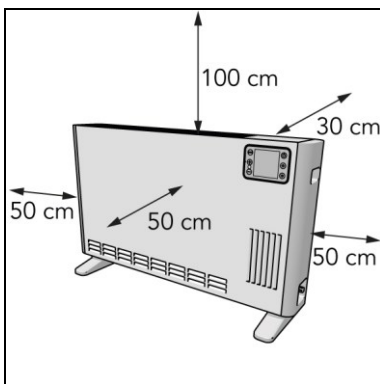

Figure 10
5. Placez l'appareil en respectant un dégagement minimal (figure 10) de :